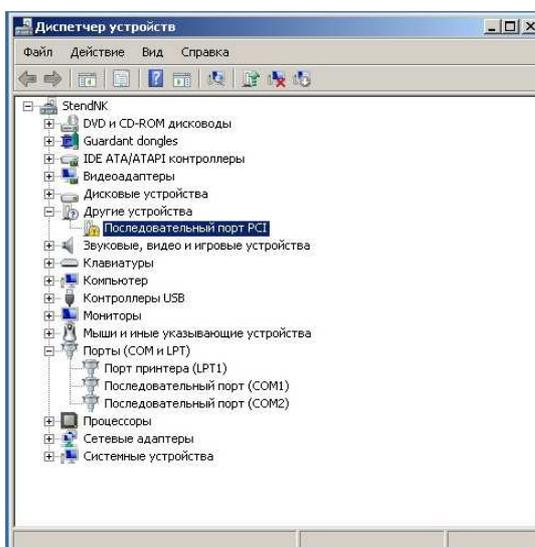

Рис. 8.15
- нажмите на кнопку «Пуск» и выберите пункт «Панель управления», установите режим «Просмотр – крупные или мелкие значки» → «Диспетчер устройств». В открывшемся окне «Диспетчер устройств» разверните «Другие устройства» и «Порты (COM и LPT)», (Рис. 8.15);